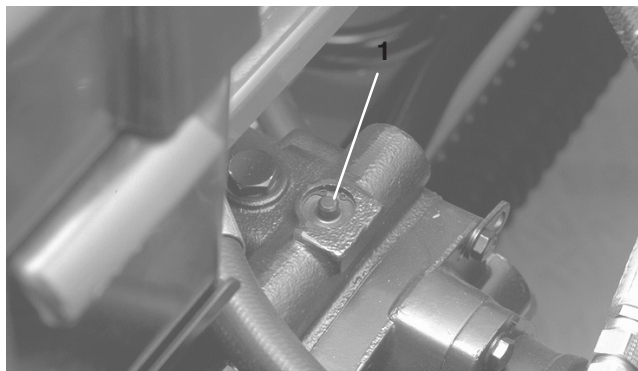

Figure 30
1. La vanne de dérivation se trouve en haut de la pompe hydraulique à cylindrée variable (Fig. 30). Tournez la vanne à 90° dans un sens ou dans l'autre pour l'ouvrir et dériver l'huile à l'intérieur de la transmission. Il est alors possible de déplacer la machine lentement sans endommager la transmission.